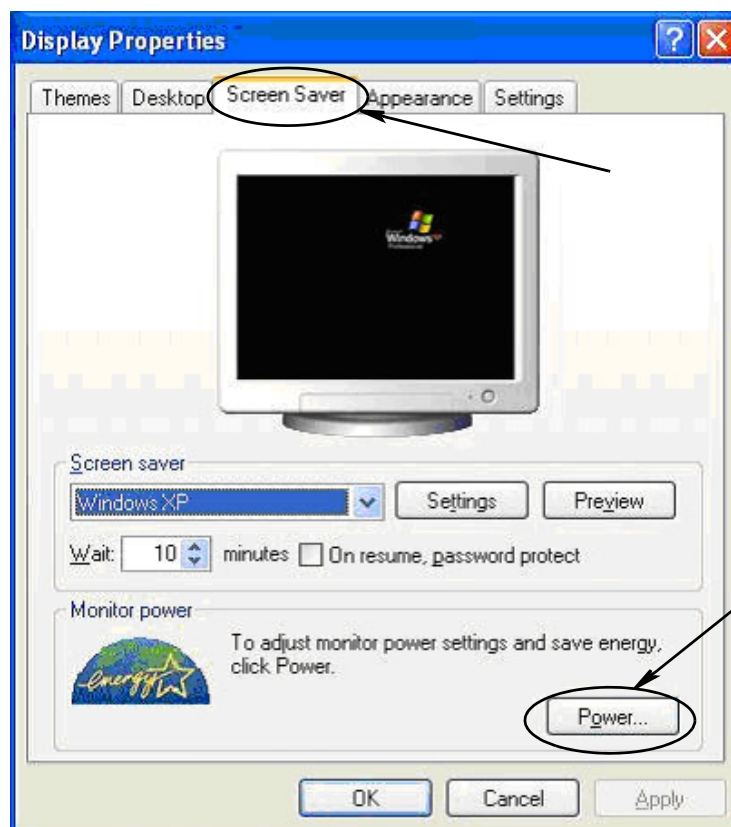

FIG. 30
2. La fenêtre "Properties" (Propriétés) s'affiche. Cliquez sur l'onglet Screen Saver (Écran de veille). Dans la partie "Monitor Power" (Gestion de l'alimentation du moniteur) de l'écran, sélectionnez le bouton "Power" (Gestion de l'alimentation) FIG. 30).